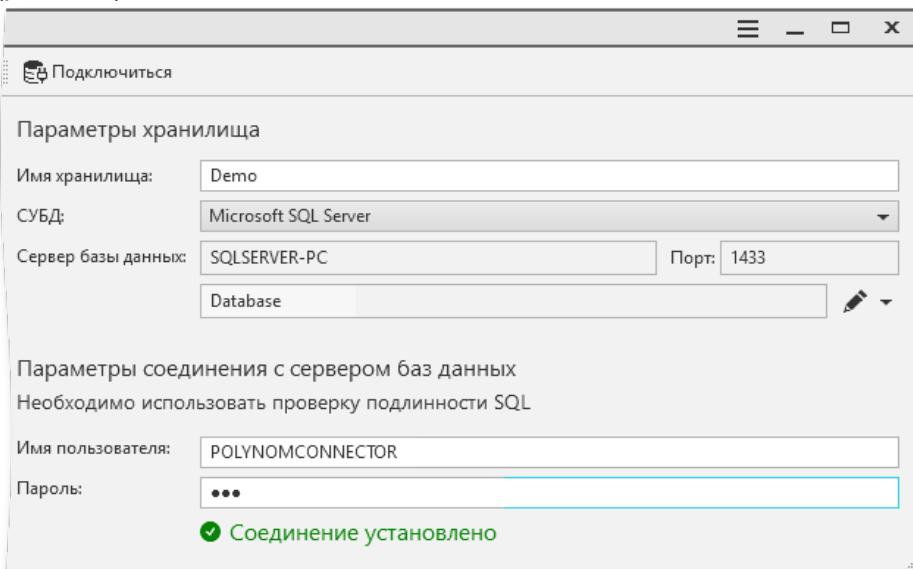
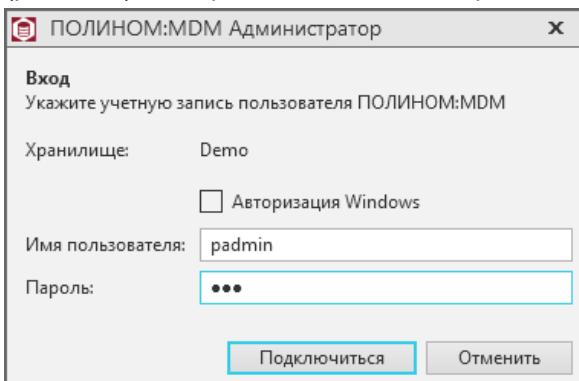

Рис. 4.44
Рис. 4.45
Если имя пользователя и пароль введены верно, соединение будет установлено (рис. 4.44).
2. Подключитесь к хранилищу, нажав кнопку **Подключиться** в верхней части окна (рис. 4.44). В открывшемся окне выберите способ авторизации (рис. 4.45).